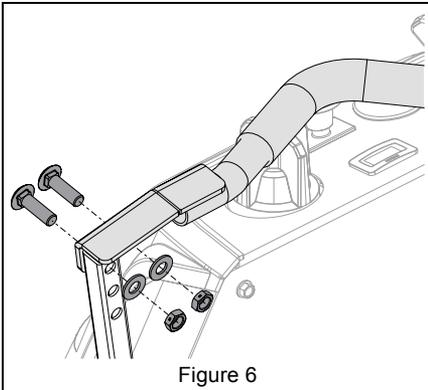

Figure 6
1. Desserrer la visserie qui fixe les leviers de direction aux bras de commande supérieurs. Voir Figure 6.